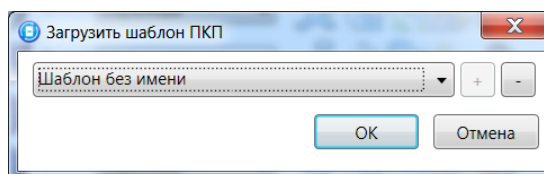

Рисунок 5.15 – Окно Загрузить шаблон ППК
**Загрузить шаблон настроек:** открытие окна **Загрузить шаблон ППК** (см. рисунок 5.15), с помощью которого можно сконфигурировать выбранную панель по предварительно созданному шаблону. Для того чтобы применить шаблон, выберите его в списке и нажмите кнопку **ОК**. Для того чтобы удалить один из сохраненных шаблонов, выберите его в списке и нажмите кнопку **-**.